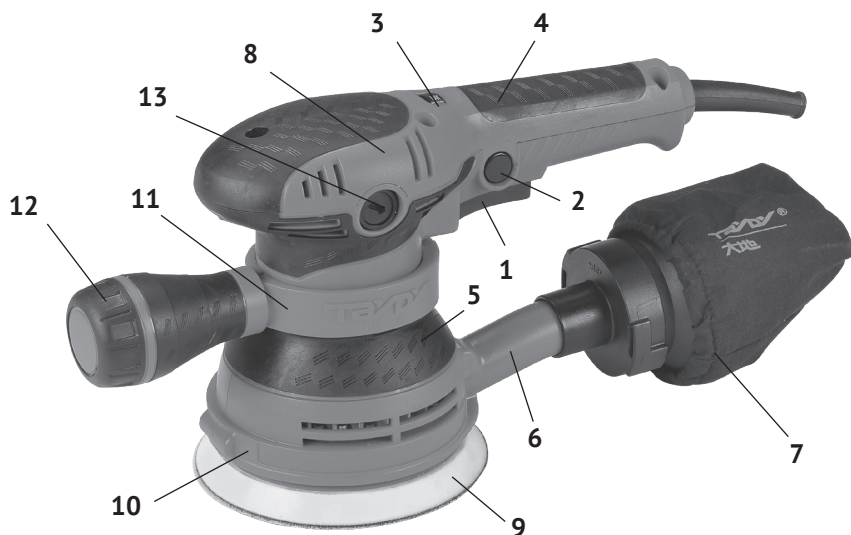

рис. 1
4.1 Общий вид шлифмашины представлен на рис. 1
3.2 Коллекторный двигатель (расположен вертикально) с крыльчаткой и эксцентриковый механизм шлифмашины крепятся в пластиковом корпусе (рис.1 поз.5), выполненном заодно с нижней частью рукоятки управления (рис.1 поз.4).
Корпус закрыт крышкой (рис.1 поз.8), в прорези которой находится диск регулятора оборотов двигателя (рис.1 поз.3). На корпус шлифмашины крепятся: снизу – накладка (рис.1 поз.10) из двух половин, выполненная заодно с патрубком пылеотвода (рис.1 поз.6); сверху – хомут (рис.1 поз.11) из двух частей крепления передней рукоятки (рис.1 поз.12). Крутящий момент с якоря электродвигателя передаётся на эксцентриковый механизм, который придаёт шлифовальному диску вращение вокруг своей оси и орбитальное. Сочетание 2-х видов вращения повышает качество обработки поверхностей, особенно на стадии окончательного полирования. На резиновое основание шлифовального диска (рис.1 поз.9), липучкой, крепится абразивный шлифовальный круг необходимой зернистости. Шлифовальный (полировальный) круг – основной рабочий инструмент шлифмашины.
3.3 Клавиша выключателя (рис.1 поз.1) расположена в нижней части рукоятки управления (рис.1 поз.4). Включение шлифмашины осуществляется нажатием на клавишу выключателя указательным пальцем. Фиксация клавиши в рабочем положении, осуществляется кнопкой (рис.1 поз.2), расположенной слева на рукоятке. При повторном нажатии на клавишу, кнопка фиксации (со щелчком) и клавиша возвращаются в исходное положение - выключено.
В прорези крышки корпуса (рис.1 поз.8) расположен диск регулятора оборотов двигателя (рис.1 поз.3). С его помощью устанавливается необходимая скорость вращения (частота колебаний) шлифовального диска.
К патрубку пылеотвода (рис.1 поз.6) крепится пылесборник (рис.1 поз.7) или, при необходимости, подключается пылесос.
- всегда используйте переднюю рукоятку (рис.1 поз.12), установив её в положение, удобное для работы.
6.5 С помощью регулятора (рис.1 поз.3) можно установить желаемую скорость вращения (частоту колебаний) шлифовального диска:
- выкрутить крышки щёткодержателей (рис.1 поз.13);